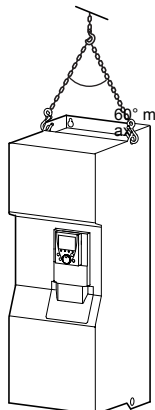

Abbildung 4
**3** Lösen Sie die Befestigungsschrauben des Umrichters auf der Palette und verwenden Sie bei der Handhabung ein Hebezeug. Der Umrichter ist zu diesem Zweck mit Transportösen ausgestattet (Abbildung 4).
3 Lösen Sie die Befestigungsschrauben des Umrichters auf der Palette und verwenden Sie bei der Handhabung ein Hebezeug. Der Umrichter ist zu diesem Zweck mit Transportösen ausgestattet (Abbildung 4).